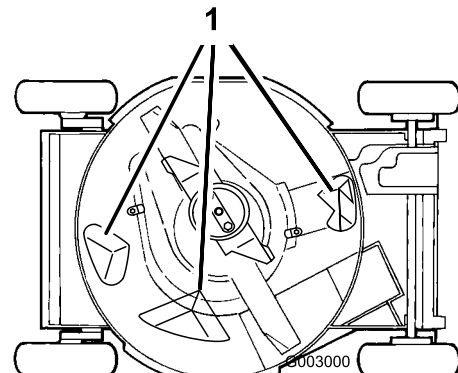

Figure 35
Pour obtenir des résultats optimaux, le dessous du carter de tondeuse doit rester propre. Veillez particulièrement à débarrasser les kickers de tout débris (Figure 35).
5. Enlevez les 2 écrous, l'accélérateur et la lame (Figure 35).